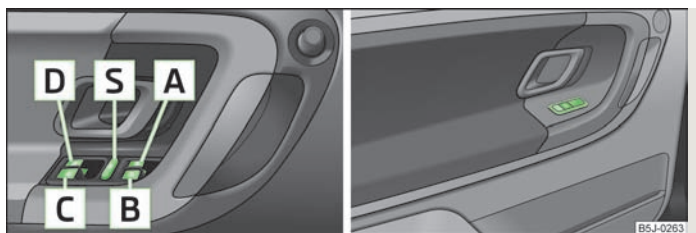

Fig. 18 Touches dans la porte du conducteur/dans les portes AR
- Si des enfants sont assis sur les sièges arrière, nous vous recommandons de neutraliser les lève-vitres électriques des portières arrière (touche de sécurité)  » fig. 18.
Vous pouvez mettre les touches des lève-vitre des portières arrière hors fonction en appuyant sur la touche de sécurité » fig. 18. Vous pouvez remettre les touches des lève-vitre des portières arrière en fonction en appuyant de nouveau sur la touche de sécurité .